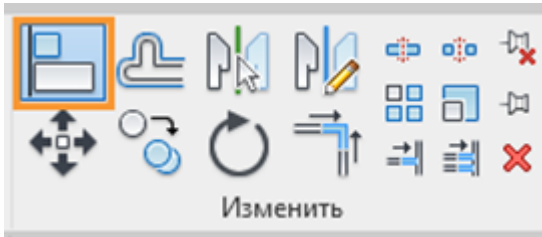
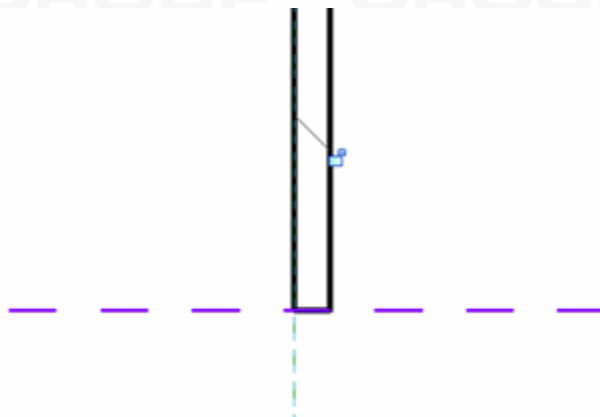
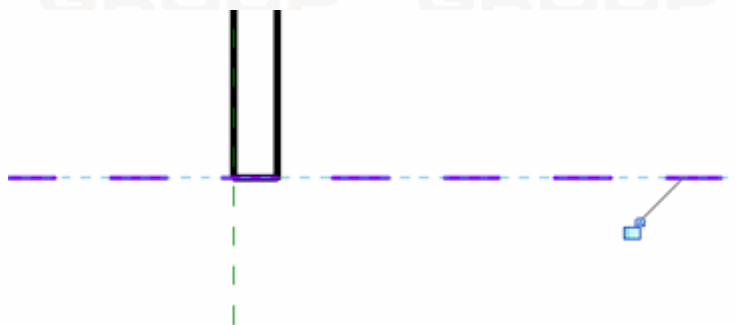

Рисунок 14
Рисунок 15
Рисунок 16
5. Воспользуйтесь инструментом «Выровнять» на вкладке «Изменить» (см. Рисунок 14), и привяжите линии профиля к опорным плоскостям (см. Рисунок 15, Рисунок 16).